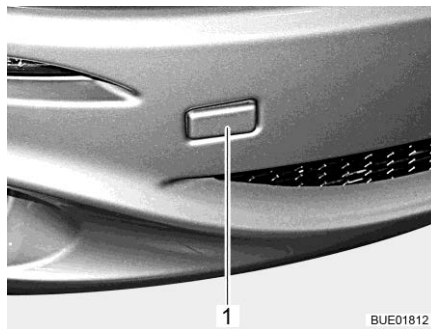

Bild 47 Abdeckung für die Aufnahme der Abschleppöse (Beispiel)
- Abdeckung (Bild 47,1) abnehmen.